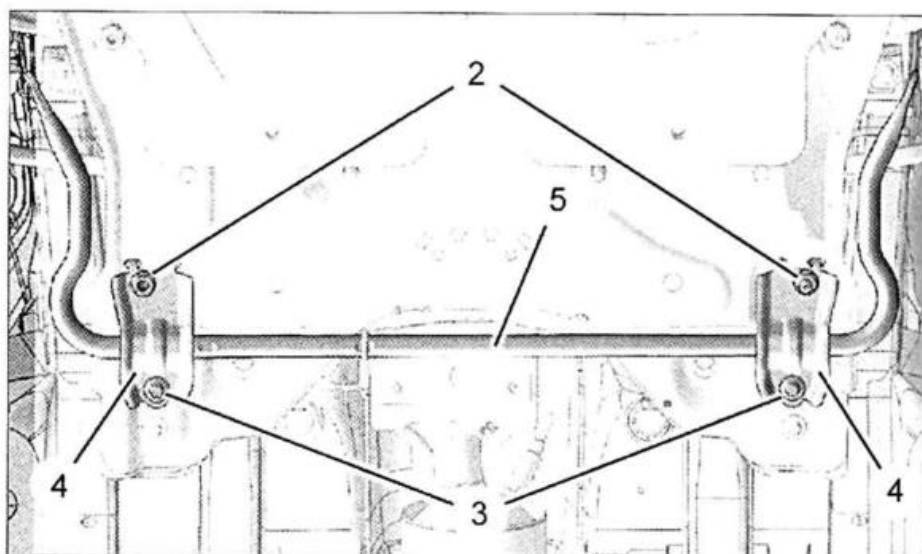

FIG. 7
- Desmontar (fig. 7):
- las tuercas (2)
- los tornillos (3)
- las bridas (4)
- la barra estabilizadora (5)